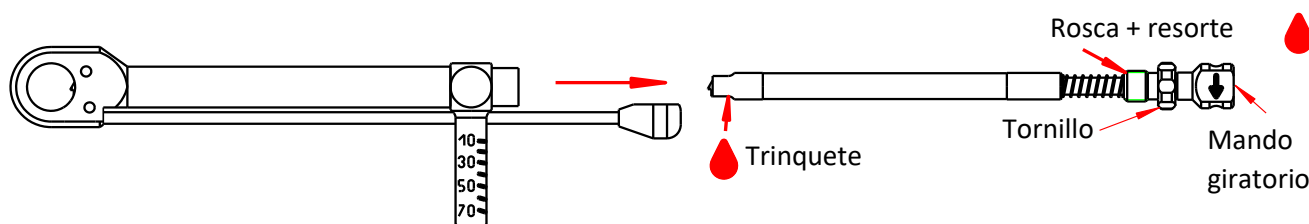

Figura 1
La carraca dinamométrica de barra de flexión se debe separar en sus piezas por separado antes de la limpieza (independientemente del tipo de limpieza seleccionado). Esto es posible sin herramientas. Para ello únicamente se debe desatornillar completamente el tornillo. (Véase **Figura 1**)
- - Lubricar las zonas marcadas (véase la **Figura 1**) ligeramente con aceite de mantenimiento para instrumentos.